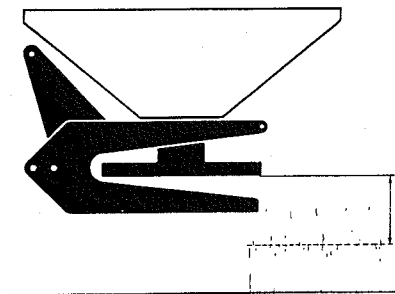

Fig. 12
5. Aflæs på spredetabellen i hvilken højde spredeskiven skal være hævet over afgrøden. Denne minimumshøjde er afstanden fra underkant af spredeskive til den højde i afgrøden, hvor man kan forvente, at gødningspartiklerne bremses ned i fart og falder til jorden. Sprederen indstilles vandret og med fyldt beholder. (Fig. 12).
5. Read on the spreading table how high the spreading disc must be above the crop. This minimum height is the distance from the bottom rim of the spreading disc to the height of the crop where you expect the fertilizer particles to reduce in speed and fall to the ground. Set the spreader horizontally and front to rear with full hopper, both side to side. (Fig. 12).
5. Lesen Sie an der Streutabelle ab, wie hoch die Streuscheibe über den Pflanzen sein muss. Diese Mindesthöhe ist der Abstand zwischen Unterkante, Streuscheibe und der Pflanzenhöhe, wo Sie erwarten, dass der Dünger auf die Pflanzen auftrifft und dann zu Boden fällt. Stellen Sie den Streuer mit gefüllten Streubehälter in beiden Richtungen waagrecht ein. (Fig. 12).
5. La trémie du distributeur étant remplie, régler son horizontabilité ainsi que la hauteur du disque par rapport à la végétation. Cette hauteur est indiquée par la réglette. Elle doit être mesurée entre le disque inférieur et le sommet de la végétation. Maintenir l'horizontabilité de l'appareil longitudinalement et latéralement. (Fig. 12).
Vær opmærksom på, at spredetabellens anvisning om spredeskivens minimumshøjde over afgrøden fastholdes under spredearbejdet. Denne minimumshøjde angiver afstanden fra underkanten af spredevingerne til den højde i afgrøden, hvor gødningskornene bremses ned i fart og falder til jorden, se iøvrigt fig. 12.